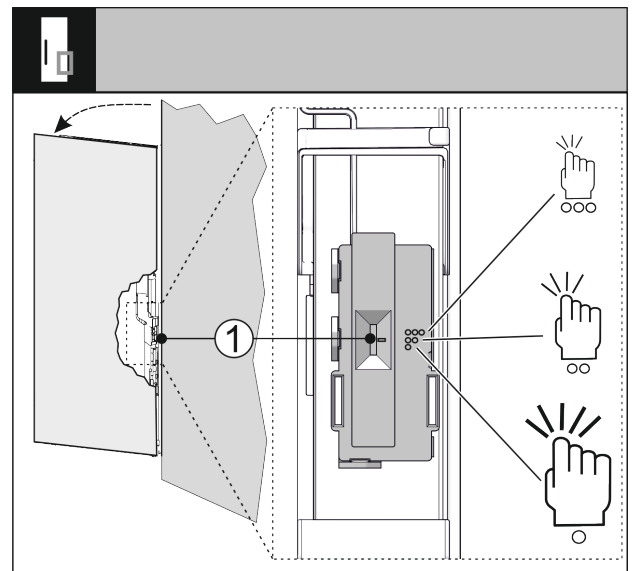

Fig. 32
Чутливість датчика постукування можна налаштувати за допомогою перемикача Fig. 32 (1). Перемикач розташований з боку петель у нижній третині дверей.
- ▶ Пересуньте перемикач *Fig. 32 (1)* у потрібне положення.